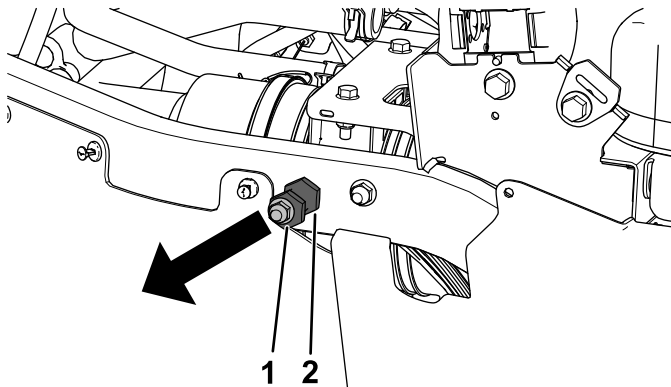

Bild 11
4. Entfernen Sie die Sicherungsmutter ($\frac{3}{8}$ ") und den Arretierbolzen aus dem rechten und linken hinteren Rahmenrohr (**Bild 11**).